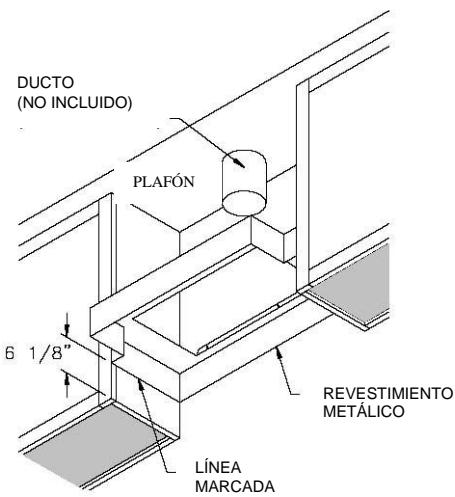

Figura 3
B. Instalación: Revestimiento metálico – en forma de T, Figura 3
2. Levante el revestimiento metálico de manera que el borde inferior del revestimiento esté nivelado con las líneas marcadas. Use cuatro los (4) tornillos #8 x 1 1/2" (provistos) para sujetar el revestimiento a los gabinetes adyacentes a través de los hoyos preperforados en el revestimiento. (Si el revestimiento metálico no queda parejo con las paredes del gabinete, puede ser necesario usar una pieza de relleno para evitar que el revestimiento se arquee.) Localice los montantes y coloque los dos tornillos #8 x 1 1/4" (provistos) en la parte posterior del revestimiento.